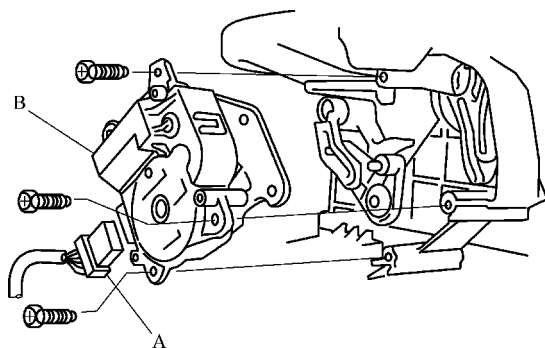

图 19-4 断开内循环控制电动机连接器
- 4) 将 7 针连接器 A 从内循环控制电动机 B 上断开, 将自攻螺钉和内循环控制电动机从鼓风机单元上拆下, 如图 19-4 所示。